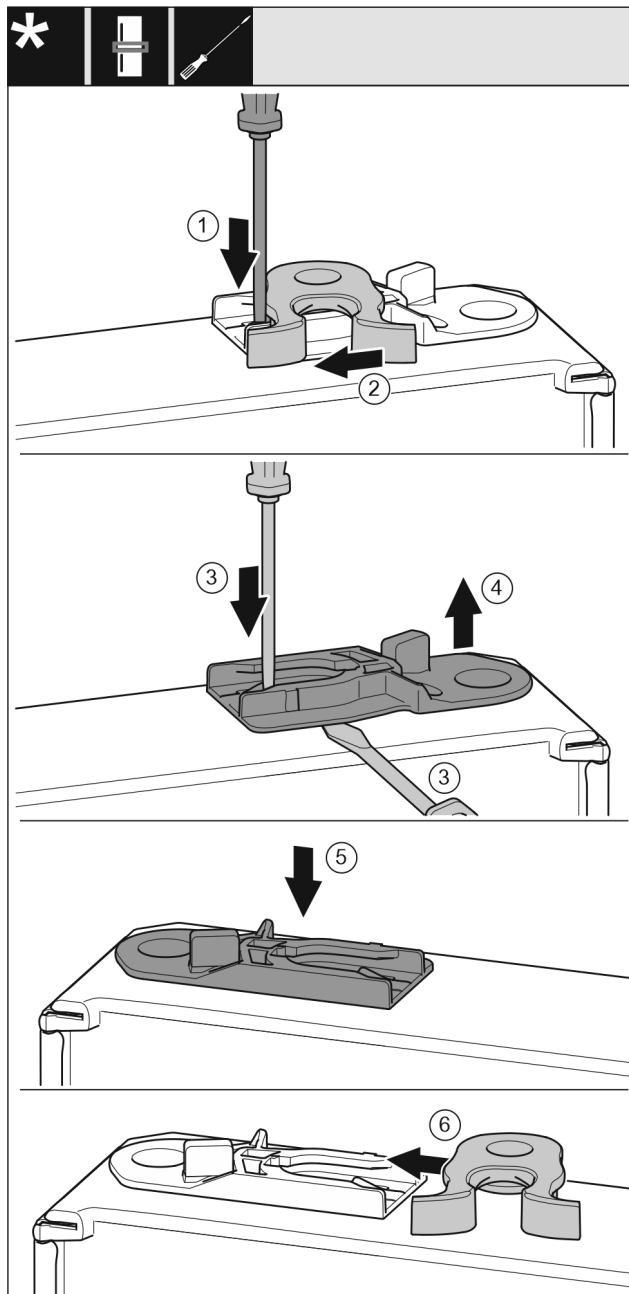

Fig. 20
- ▶ Odvijačem s ravnom glavom pritisnite spojnicu Fig. 20 (1) prema dolje.
- ▶ Izvucite kuku za zatvaranje Fig. 20 (2) iz vodilice.
- ▶ Izvucite čahuru za vođenje Fig. 20 (3, 4): Odvijačem s ravnom glavom pritisnite spojnicu i istodobno umetnite odvijač s ravnom glavom ispod čahure za vođenje.
- ▶ Gurnite isporučenu čahuru za vođenje Fig. 20 (5) na drugoj strani uređaja.
- ▶ Gurnite kuku za zatvaranje Fig. 20 (6) u vodilicu.